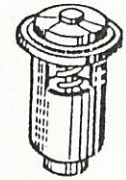

fig. 3
- Remove thermostat cover (5) and thermostat valve (6) Fig. 3
- Enlever le couvercle du thermostat (5) et la soupape thermostatique (6) Fig. 3
- Thermostatdeckel (5) abschrauben und Thermostat (6) Fig. 3 entnehmen